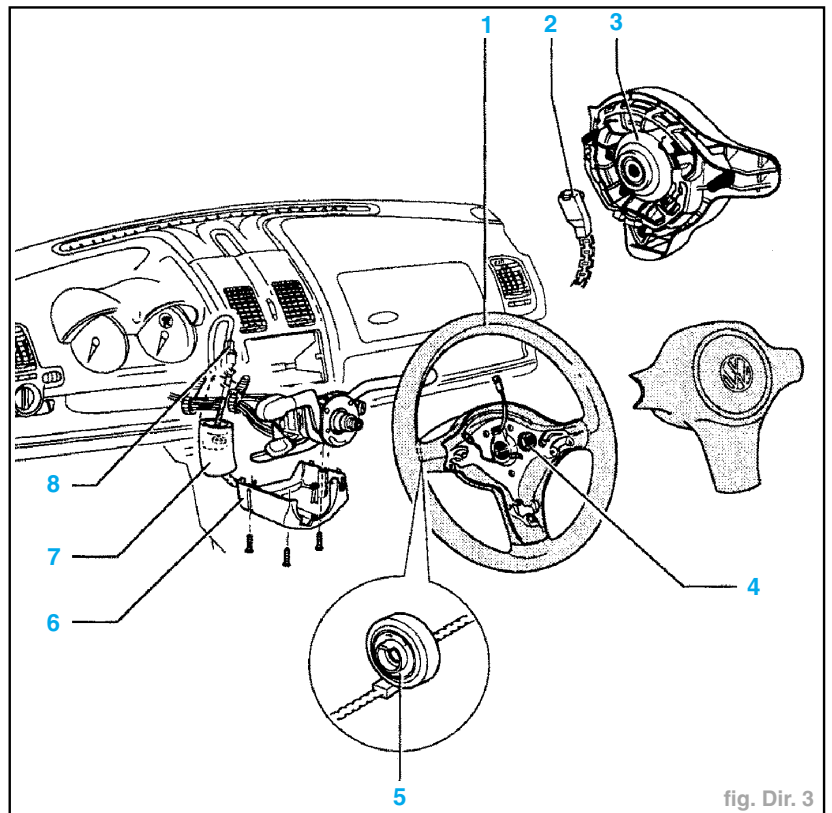

fig. Dir. 3
- Dévisser le revêtement inférieur (6) du commodo (fig. Dir. 3).
- Retirer le tube en mousse (7) du connecteur (8) et débrancher le connecteur.
- Dévisser l'écrou six pans (4) et retirer le volant de la colonne de direction.
- L'anneau de rappel avec bague collectrice (5) reste sur le volant.
- Retirer la partie inférieure (6) et supérieure du revêtement de commodo (fig. Dir. 3).
- Débrancher la connexion à fiche (8). Retirer éventuellement la gaine en mousse de la connexion à fiche (7) (fig. Dir. 3).